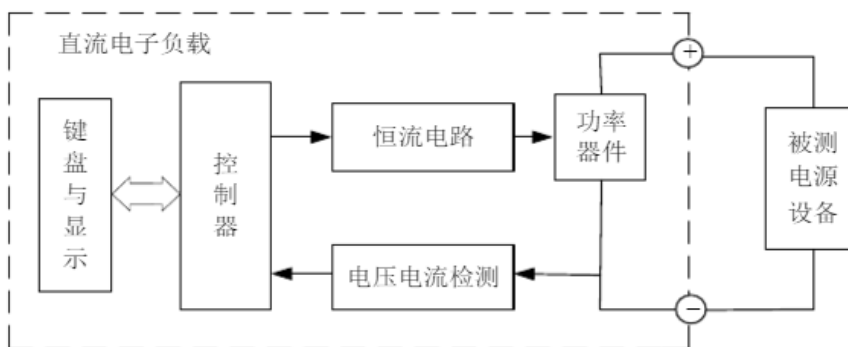

图 1. 直流电子负载原理示意图
设计并制作一台恒流(CC)工作模式的简易直流电子负载。其原理如下图 1 所示。
- 1. 图 1 中被测电压设备即直流稳压电源。
- 2. 在恒流 (CC) 模式下, 不管电子负载两端电压是否变化, 流过电子负载的电流为一个设定的恒定值, 该模式适合用于测试直流稳压电源的调整率, 电池放电特性等场合。